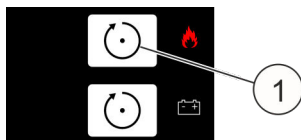

Fig. 22: Botón [Reset]
- 31.▶ Restablecer la alarma con el botón superior [Reset] (Fig. 22/1).